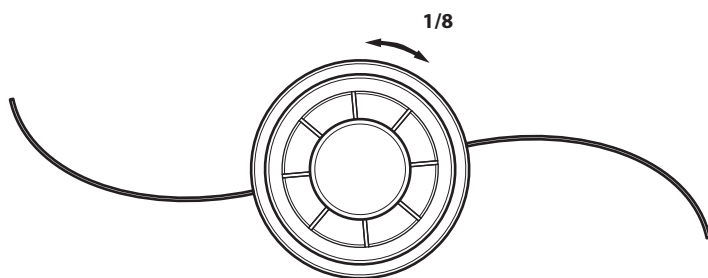

Fig. 7
- SI...** le tube inférieur de l'arbre ne rentre pas complètement dans le coupleur et que les orifices ne s'alignent pas, retirez le tube inférieur de l'arbre, tournez légèrement la tête de coupe (1/8e de tour) et répétez l'étape 4 (Fig. 7).